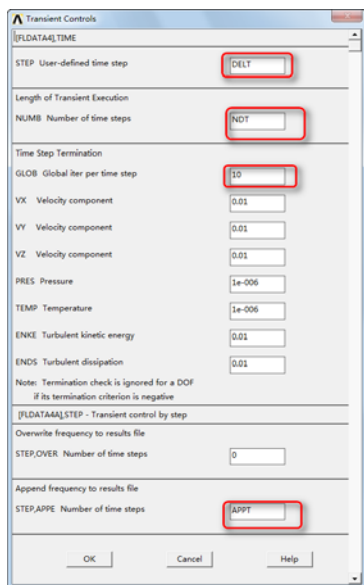

图 7-101 “Transient Controls”对话框
⑦单击“OK”按钮会弹出“Transient Controls”对话框，如图 7-101 所示，在“STEP User-defined time step”输入框输入 DELT，在“NUMB Number of time steps”输入框输入 NDT，在“GLOB Global iter per time step”输入框输入 10，在“STEP, APPE Number of time steps”输入框输入 APPT，其余采用默认设置，单击“OK”按钮关闭该对话框。